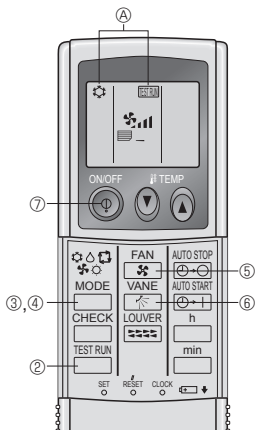

Fig. 7-5
7.2.2. De draadloze afstandsbediening gebruiken (Fig. 7-5)
- ① Schakel minstens 12 uur voor het proefdraaien de netspanning op het apparaat.
- ② Druk twee keer achter elkaar op de toets . (Voer deze handeling uit wanneer het display van de afstandsbediening is uitgeschakeld.)
③ en de huidige stand worden weergegeven.
- ③ Druk op de -toets om de (koel)-stand in werking te stellen; controleer daarna of er koude lucht uit het apparaat wordt geblazen.
- ④ Druk op de -toets om de (verwarming)-stand in werking te stellen; controleer daarna of er verwarmde lucht uit het apparaat wordt geblazen.
- ⑤ Druk op de knop en controleer of het toerental van de ventilator verandert.
- ⑥ Druk op de VANE (lamellen)-toets en controleer of het automatische lamellenrooster goed werkt.
- ⑦ Druk op ON/OFF (AAN/UIT) om het proefdraaien te beëindigen.